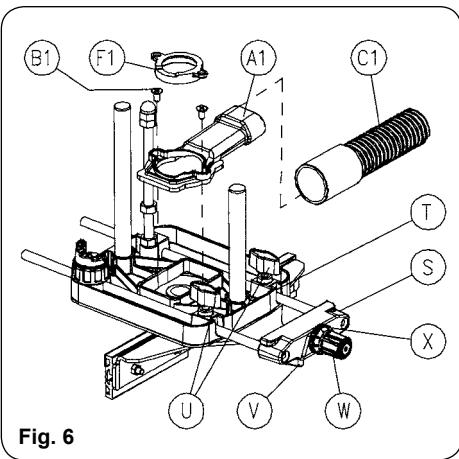

Fig. 6
Prowadnica równoległa jest wykorzystywana przy frezowaniu krawędzi i przy frezowaniu różnego rodzaju złobień o rozmaitych profilach wykończenia. Frezy ze stali HM są pożyteczne do wygładzania krawędzi i charakteryzują się dłuższą żywotnością. Prowadnicę S (Rys. 6) montuje się w otworach podstawy T (Rys. 6) i zabezpiecza w miejscu za pomocą dwóch pokręteli U (Rys. 6).
**PRECYZYJNE USTAWIANIE** – Po tym jak prowadnica została ustawiona w odpowiedniej pozycji, można dokonać dalszych ustawień. Aby tego dokonać poluzuj pokrętło prowadnicy V (Rys. 6), obracaj pokrętłem precyzyjnego ustawiania W (Rys. 6) do pożądanego wymiaru, po czym zaciśnij prowadnicę pokrętłem V (Rys. 6) w tej pozycji. Pełen obrót pokrętła przesuwa prowadnicę o 1 mm, przy maksymalnym dystansie 10 mm. Wskaźnik X (Rys. 6) na pokrętłe może się poruszać niezależnie od pokrętła, dzięki czemu może być ustawiony jako punkt 0 z dolnej pozycji za pomocą punktu odniesienia. Po ustawieniu wskaźnika X (Rys. 6) obracając pokrętło W (Rys. 6), obydwa elementy będą się obracały razem wskazując wartość o ile stopni prowadnica się przesunęła, przy czym każda podziałka odpowiada przesunięciu o 0.1 mm.
Aby zamontować złączkę kolektora A1 (Rys. 6), umieść ją w centralnym zagłębieniu podstawy T (Rys. 6), elementem wydechowym skierowanym do tyłu, po czym przykręć ją śrubkami B1 (Rys. 6). W przypadku pracy z szablonem do połączeń na jaskółczy ogon, Virutex model PL11, należy ustawić złączkę kolektora wg uznania, tak aby frezarka przesuwała się po szablonie bez problemów. Złączka kolektora A1 może być bezpośrednio podłączona do rury odkurzaczy AS182K, AS282K lub za pomocą standardowego zestawu do odcięgu 6446073 (2.25 m) lub za pomocą lżejszego i o mniejszej średnicy 1746245 (5 m) C1 (Rys. 6), który może być podłączony do AS182K, AS282K lub jakiegokolwiek innego odkurzacza przemysłowego.
Aby zapewnić wydajne odsysanie wiórów podczas pracy urządzenia z frezami o średnicy mniejszej niż 30 mm, zastosuj dyszę do odcięgu A1 (Rys. 6), razem z załączonym pierścieniem F1 (Rys. 6). Jeśli używasz frezów o średnicy większej niż 30 mm i mniejszej niż 40 mm, zdejmij pierścień F1 (Rys. 6) z dyszy A1 (Rys. 6) i pracuj jedynie z dyszą. Aby ponownie zamontować pierścień, wystarczy go wcisnąć dokładnie w zagłębienie dyszy.